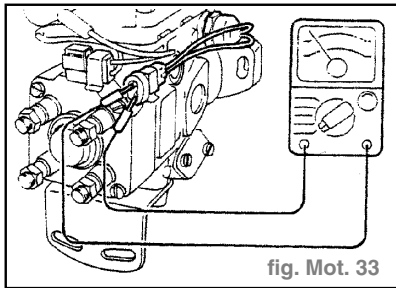

fig. Mot. 33
- Mesurer la résistance entre les bornes de capteur de régime moteur. (fig. Mot. 33)